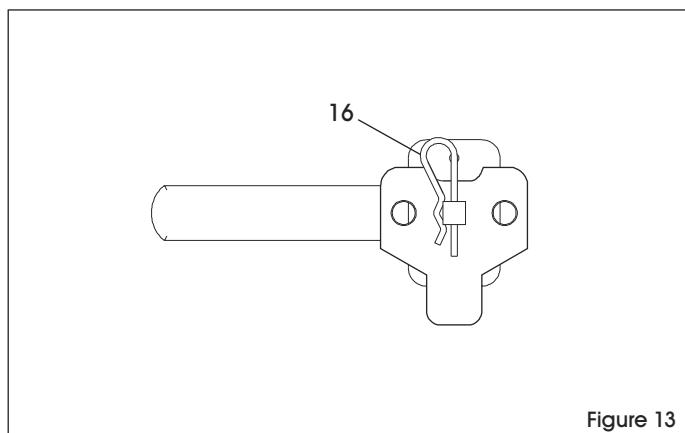

Figure 13
5. Insérez la goupille fendue (16) dans le trou de la tige carrée de la poignée de porte. (Voir Figure 13)